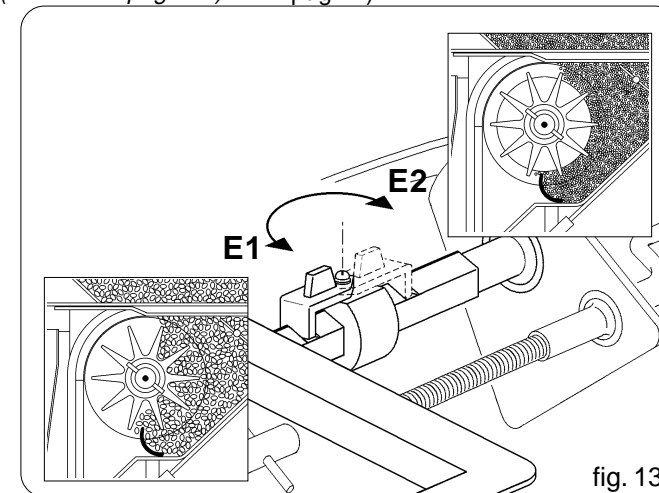

fig. 13
La posizione «E1» (Fig. 13) consente un'apertura della saracinesca sulla scala graduata da 0 a 110 con la massima capacità di distribuzione del rullo dosatore; viceversa nella posizione «E2» un'apertura della saracinesca da 0 a 25 e con una riduzione della portata del rullo. È importante ricordare che occorre sempre chiudere completamente la saracinesca (allo 0 della scala graduata) per invertire la posizione della molla di blocco (E).
The position "E1" (Fig. 13) enables the gate to be opened on a graduated scale, ranging from 0 to 110, with maximum capacity of the dosing roller; in the "E2" position, on the other hand, there is a gate opening range of 0 to 25 and the capacity of the roller is reduced. It is important always to remember to close the gate completely (0 on the graduated scale) in order to invert the position of the locking spring (E).
Die Stellung "E1" (Abb. 13) ermöglicht das Öffnen des Schiebers auf der Gradskala von 0 bis 110 und mit maximaler Säleistung der Dosierrolle. Die Stellung "E2" ermöglicht dagegen das Öffnen des Schiebers von 0 bis 25 mit reduzierter Säleistung der Dosierrolle.
La position "E1" (fig. 13) permet l'ouverture de la vanne sur l'échelle graduée de 0 à 110 avec le maximum de la capacité de distribution du rouleau doseur; tandis que la position "E2" permet une ouverture de la vanne de 0 à 25 et une réduction du débit du rouleau. Il est important de fermer complètement la vanne (au 0 de l'échelle graduée) pour inverser la position du ressort de blocage (E).
La posición "E1" (Fig. 13) permite una abertura de la persiana sobre la escala graduada de 0 a 110 con la máxima capacidad de distribución del rodillo dosificador; mientras en la posición "E2" permite una abertura de la persiana de 0 a 25 que comporta una reducción de la capacidad del rodillo.